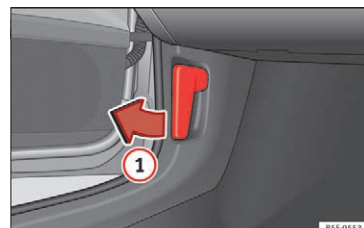

Fig. 8 Udløserarm i fodrummet i førersiden
- Åbning af motorhjelmen: Træk i grebet under instrumentpanelet »» Fig. 8 ①.